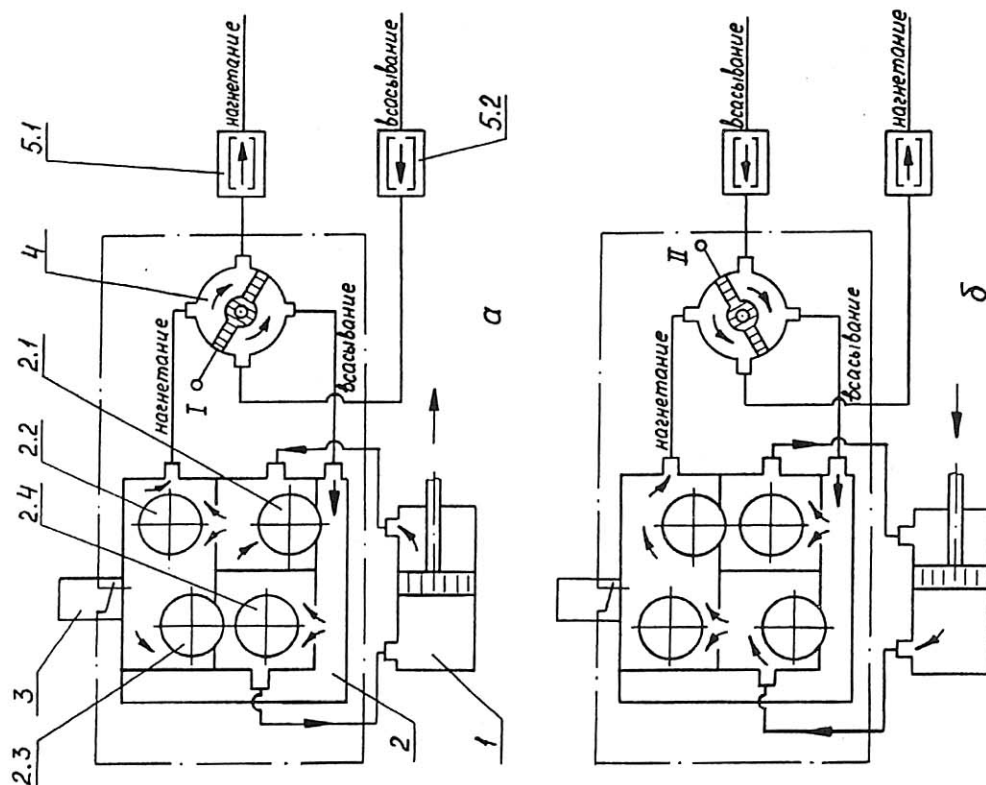

Рис. 3. Схема гидравлическая.
4.2.2. Направление движения жидкости указано на крышке крана и на гидравлической схеме (рис.3)